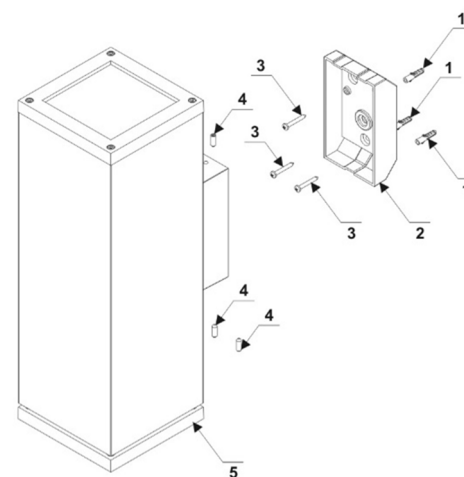

РИС.1. Схема монтажа светильника
5.1. Монтаж светильника (РИС.1)
- c) Отсоедините установочную панель (2) с обратной стороны светильника, вывернув крепежные винты (4);
- d) Наметьте и проделайте отверстия в монтажной поверхности, исходя из расположения отверстий на установочной панели (2). Вставьте дюбели (1) в подготовленные отверстия в монтажной поверхности;
- e) Протяните питающий кабель сквозь центральное отверстие в установочной панели (2);
- f) Прикрепите установочную панель (2) к монтажной поверхности с помощью саморезов (3), используя подготовленные ранее отверстия с дюбелями. Не допускайте пережатия питающего кабеля;
- h) Прикрепите светильник (5) к установочной панели (2) с помощью крепежных винтов (4);